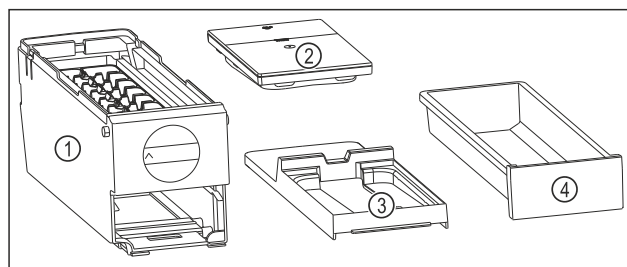

Fig. 93 Dele af EasyTwist-Ice
- EasyTwist-Ice er adskilt i fire dele. (se Fig. 93)
- EasyTwist-Ice må kun adskilles i de afbildede dele. (se Fig. 93)
- Rengør EasyTwist-Ice-legemet Fig. 93 (1) som en helhed.